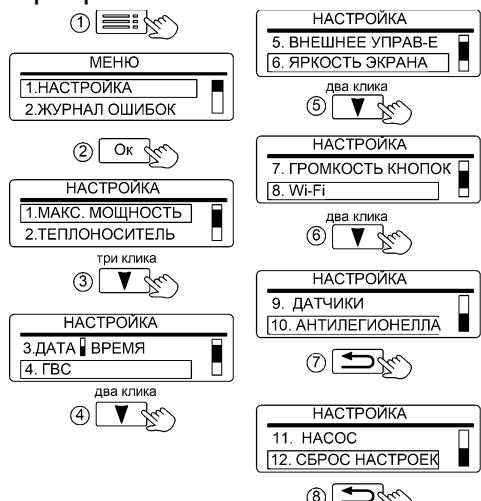

Рисунок 15. Вид вкладки настройка
11.1 Во вкладке «НАСТРОЙКА», (см. рис. 15), настраиваются внутренние параметры работы котла.